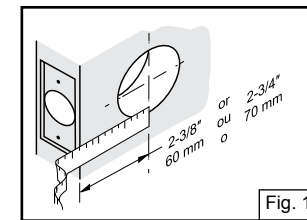
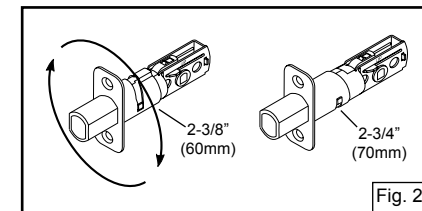
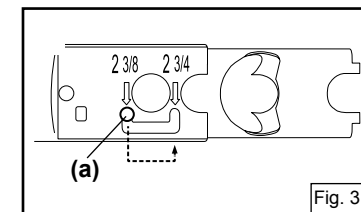

Fig. 1
Fig. 2
Fig. 3
**Note 1.** **A.** Determine your backset, see (figure 1). **B.** If your backset measured 2-3/4" (70mm), adjust the backset of latches as follows: For top latch, rotate front of latch 180° (see figure 2). For bottom latch, grasp spring pin (a) and move it from the 2-3/8" slot to the 2-3/4" slot (see figure 3).
**Remarque 1.** **A.** Déterminez l'écartement, voir (figure 1). Les verrous n'ont pas besoin de réglage si l'écartement fait 2-3/8" (60 mm). **B.** Si votre écartement mesurait 2-3/4" (70mm), ajustez l'écartement des verrous comme suit: Pour le verrou supérieur, tournez l'avant du verrou 180° (voir figure 2). Pour le verrou inférieur, se saisir le la goupille-ressort (a) et la déplacer de l'encoche de 2-3/8" à l'encoche de 2-3/4" (voir figure 3).